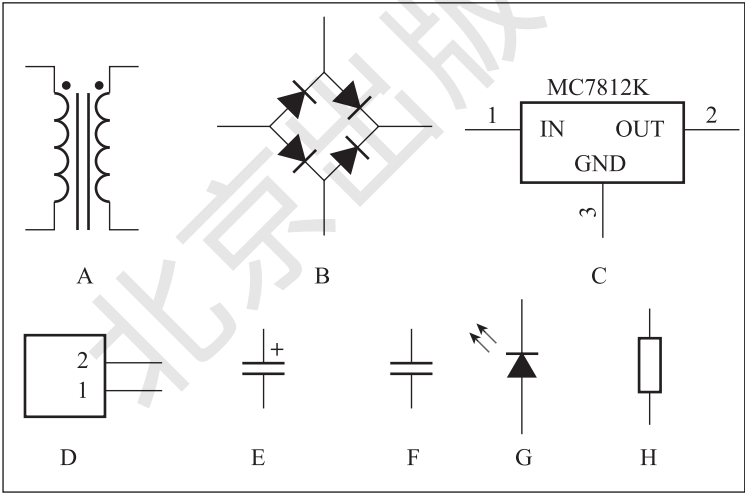

图 1-95 整流电源元件
3. 在“整流电源原理图”中依次放入图 1-95 中的元件，并将该元件在元件库中的系统默认名称记录在表 1-28 当中。